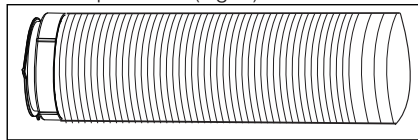

Fig. 7
4. Étirez l'autre côté du tuyau et vissez-le à l'adaptateur B (Fig. 7).